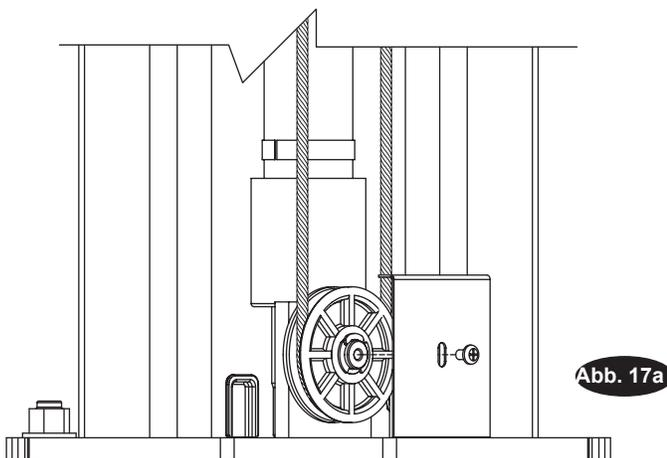

Abb. 17a
A) Abdeckung der Laufrolle entfernen (Abb.17a).
- F) Seilzug 1 um die untere Laufrolle legen, dann nach oben, um die Overhead-Laufrolle und nach unten zum gegenüberliegenden Schlitten (Abb.19). Laufrollen-Abdeckung anbringen (Abb.17a).